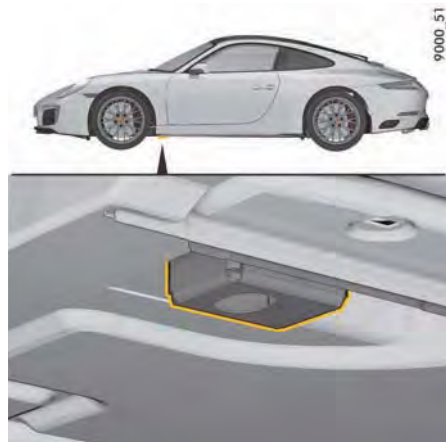
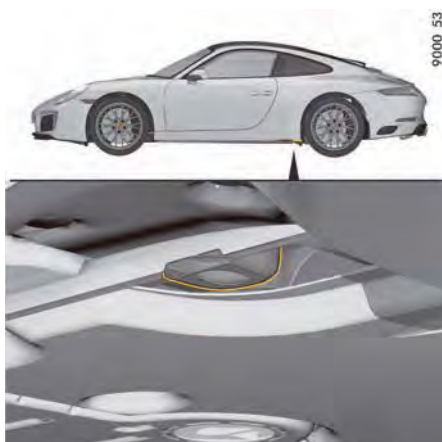

図92: フロント側のリフティング・プラットフォームとジャッキのジャッキ・ポイント
図93: リヤ側のリフティング・プラットフォームおよびジャッキ用のジャッキ・ポイント
- ▶ 車両は必ず、車両下回りにある規定のジャッキアップ・ポイント（図 92、図 93）で持ち上げてください。